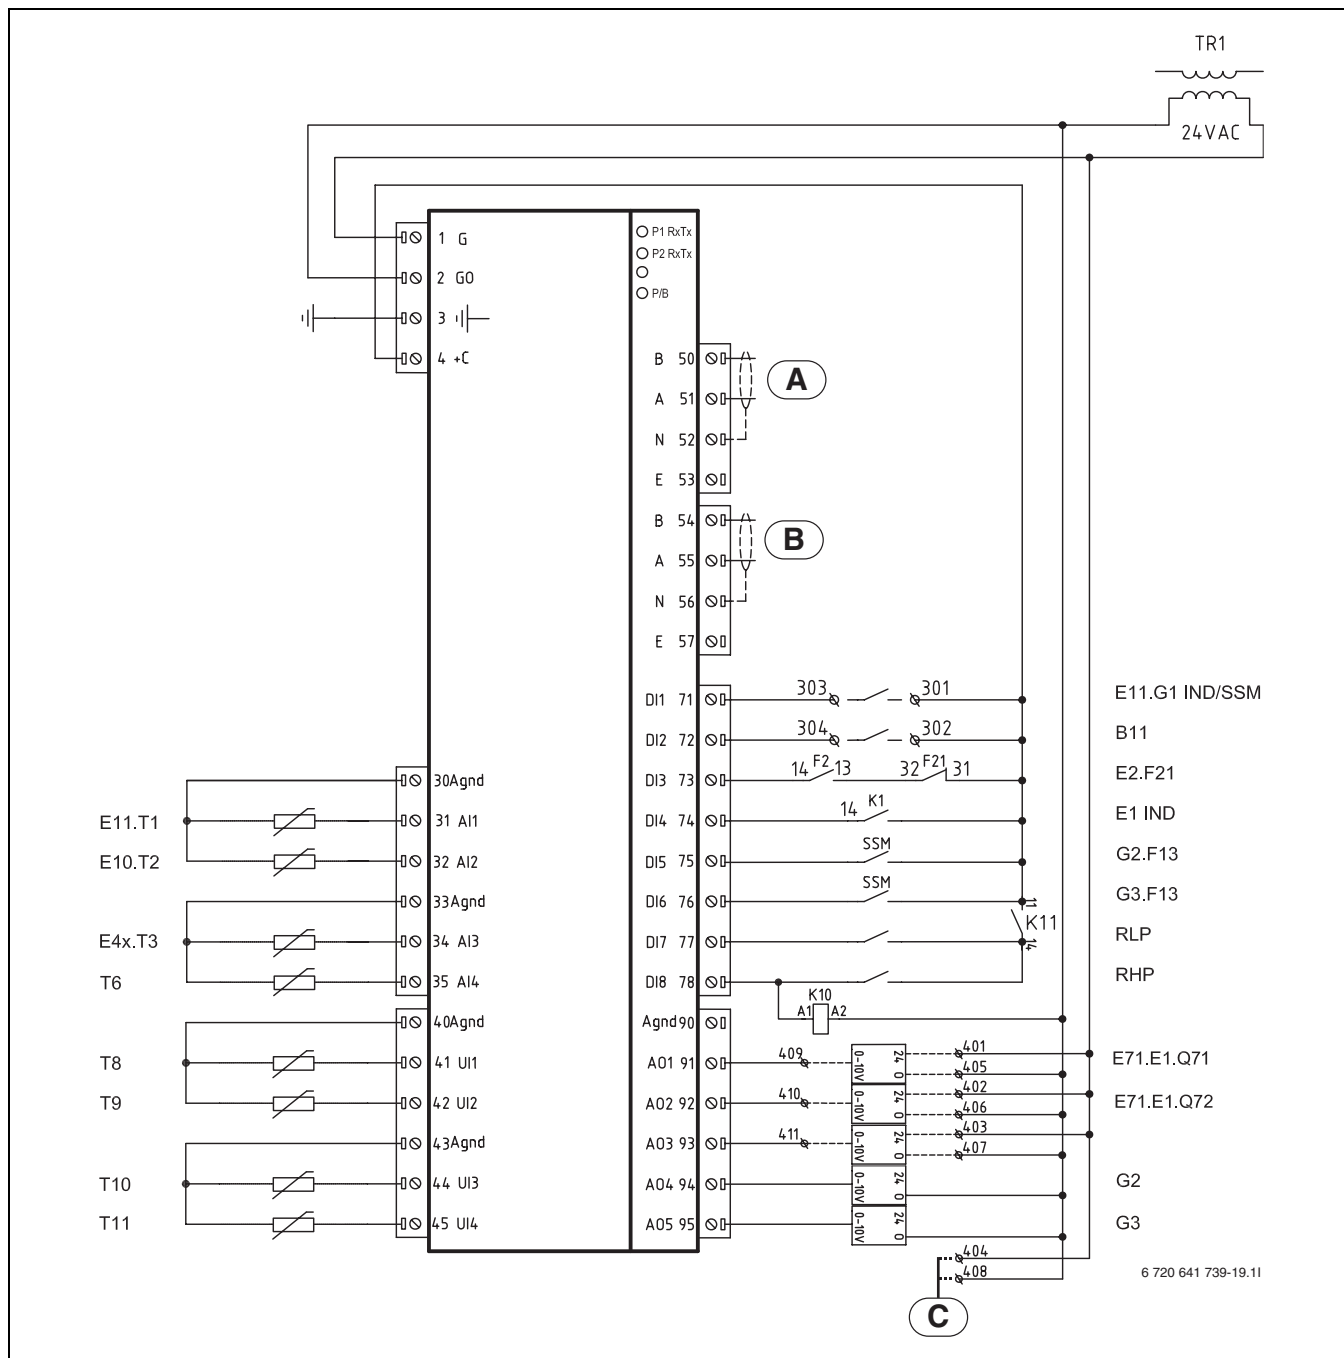
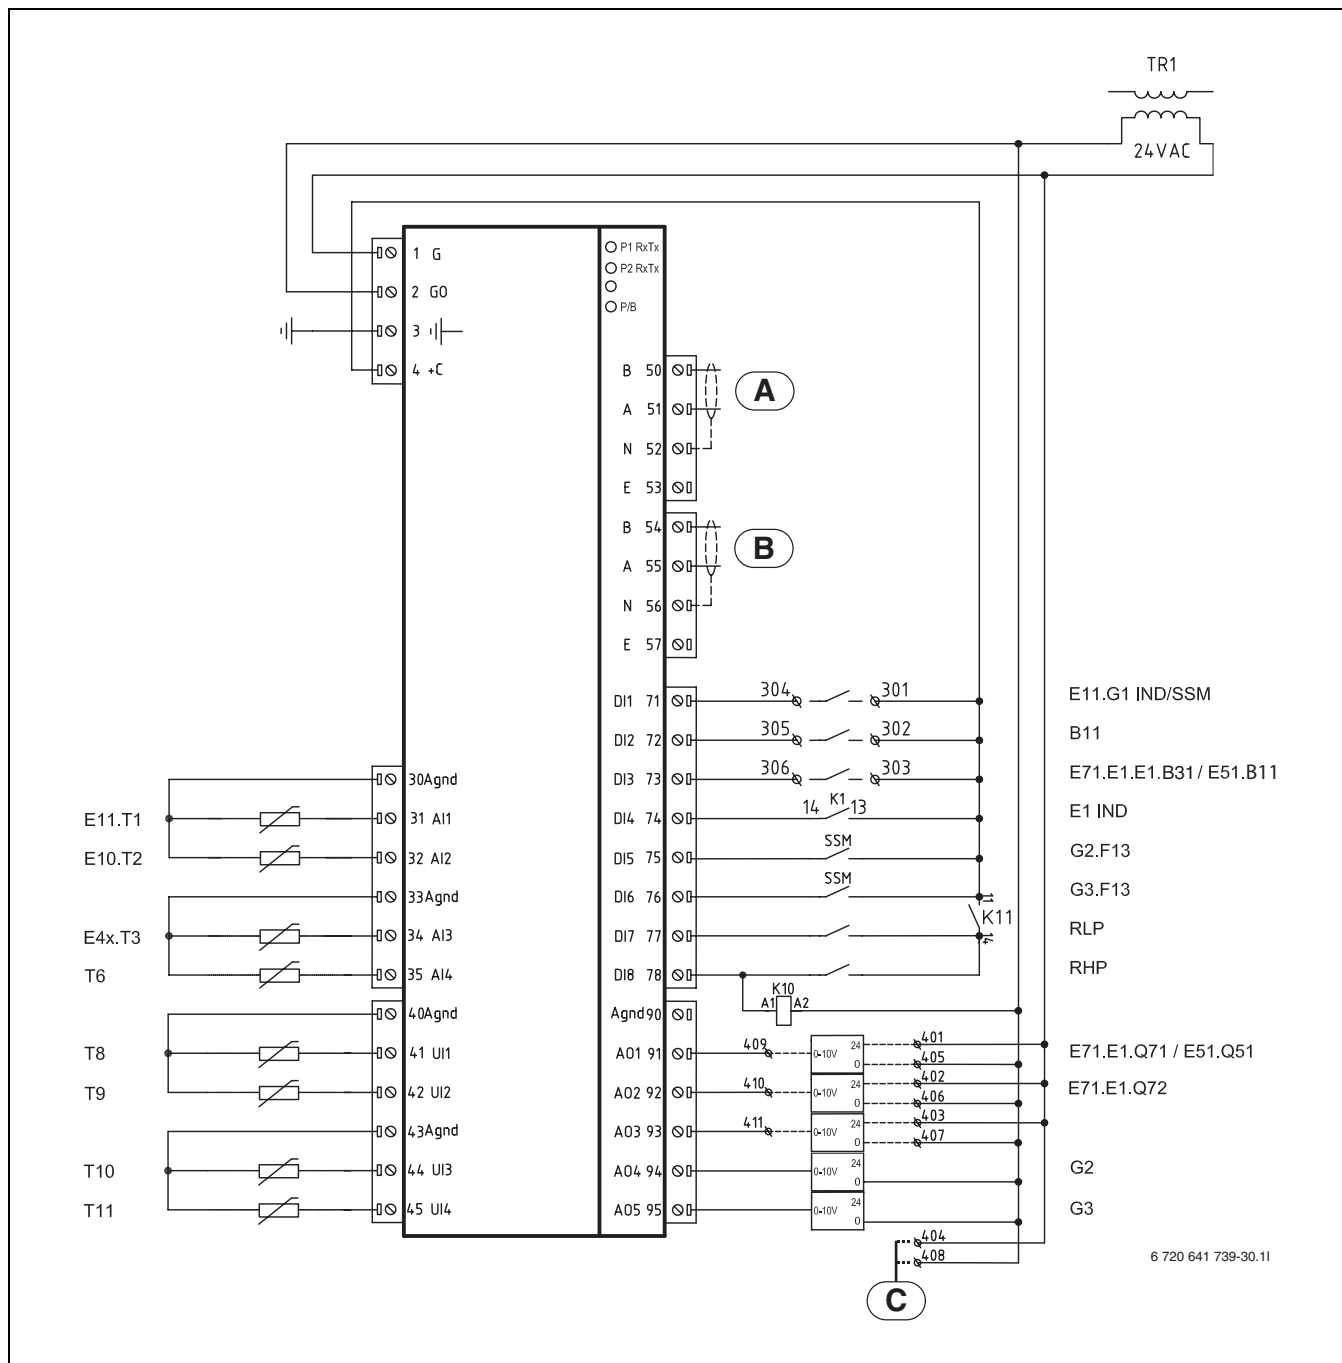

Bild 47 Kretsschema Greenline HE E21-E28
Bild 55 Kretsschema Greenline HE D36-D43
- ▶ Strömförsörjningen till Multiregulatorn kopplas in på plint 404 (G) och 408 (G0) enligt kretsschema för värmepumpen (→ bild 47 och bild 55), se även dokumentationen som följer med Multiregulatorn.
- ▶ Anslutning 42 kopplas till kopplingsplint 51 i värmepumpen, anslutning 43 kopplas till kopplingsplint 50 i värmepumpen enligt kretsschema för värmepumpen (→ bild 47 och bild 55).